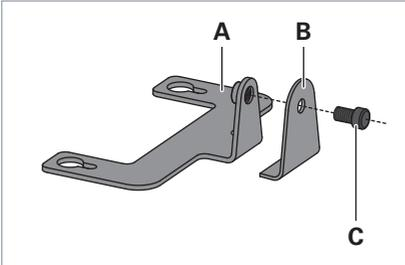

Fig. 8: Haltewinkel montieren.
- ▶ Montieren Sie den Haltewinkel, indem Sie den Winkel **A** und den Winkel **B** mit der Schraube **C** verbinden, siehe Fig. 8.